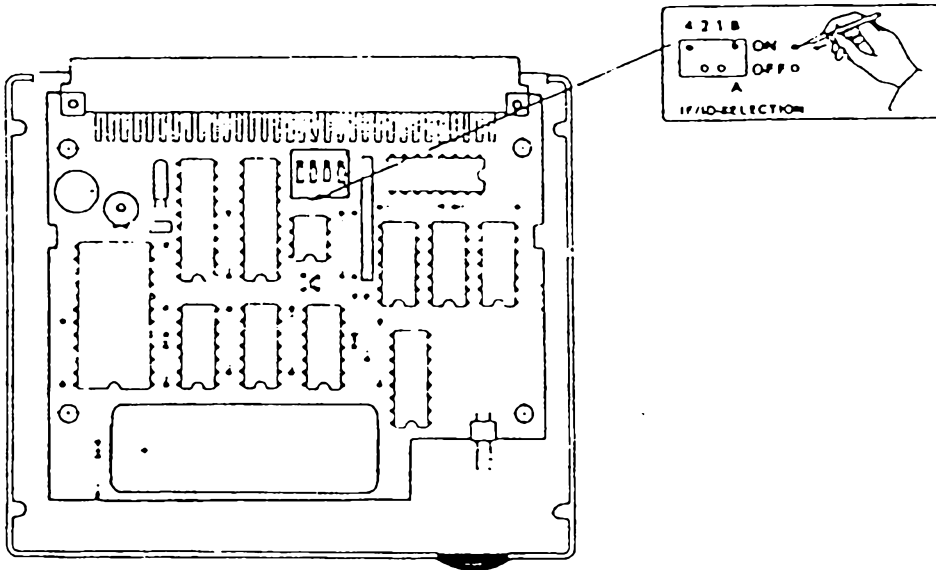

Abbildung 1.2 IFSEL-Schalter
3. Bringen Sie die IFSEL-Wahlschalter (Abb. 1.2) in die gewünschte Stellung. Die Tabelle (Abb. 1.3) zeigt die möglichen Schaltereinstellungen. Um den Adapter in die selbe Lage zu bringen wie die Abbildungen in diesem Text, sollten Sie ihn so drehen, daß der Steckkontakt von Ihnen wegzeigt. Der Akkumulator auf der Platine ist Ihnen dann zugewandt. Der Schalter auf der linken Seite ist der Schalter Nummer 4, der Schalter auf der rechten Seite ist der Schalter B. Falls abweichende Beschriftungen auf dem Schalterblock vorhanden sind, sollten Sie diese nicht beachten. Ein Punkt (●) in der Abbildung 1.3 zeigt, daß der betreffende Schalter an der Seite der Steckerleiste niedergedrückt werden muß (sollte Ihr Adapter mit Schiebeschalter ausgestattet sein, müssen Sie den Schalter in Richtung auf den Steckkontakt schieben). Ein Kreis zeigt, daß der Schalter an der dem Akkumulator zugewandten Seite niedergedrückt bzw. in diese Stellung geschoben werden muß. Die Abbildung 1.4 zeigt die Schalterstellung für die IFSEL-Nummer 4B.